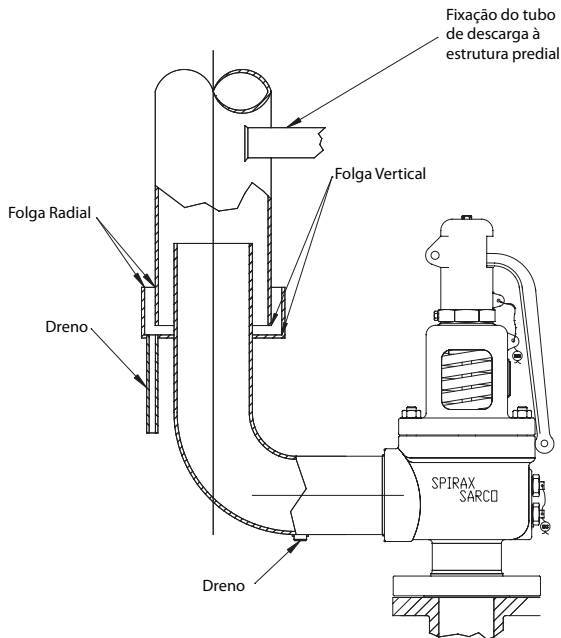

Figura 01
6.1.1 As válvulas devem ser instaladas conforme requisitos da Figura 01 abaixo: